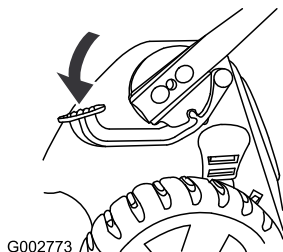

Figure 50
1. Appuyez sur la pédale et maintenez-la enfoncée (Figure 50).